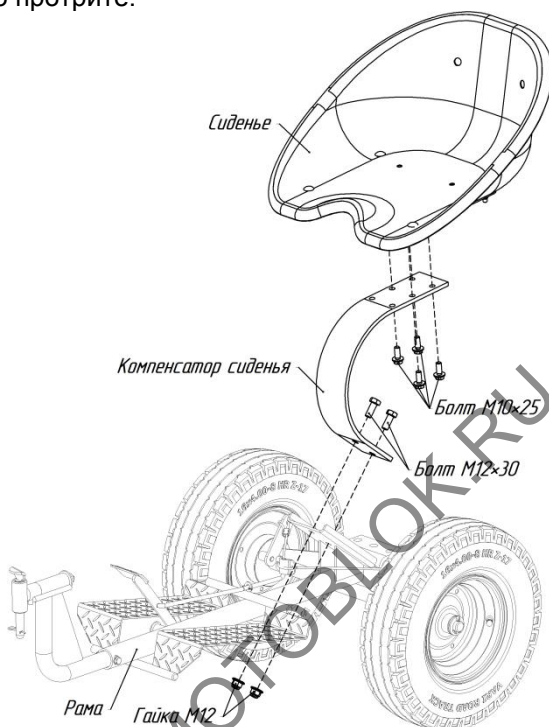

Рис.6. Установка сиденья и компенсатора на раму адаптера
7. Установите сиденье на компенсатор и зафиксируйте его болтами (рис.6). Затем сиденье с компенсатором установите на раму адаптера, и зафиксируйте болтами и гайками (рис.6).